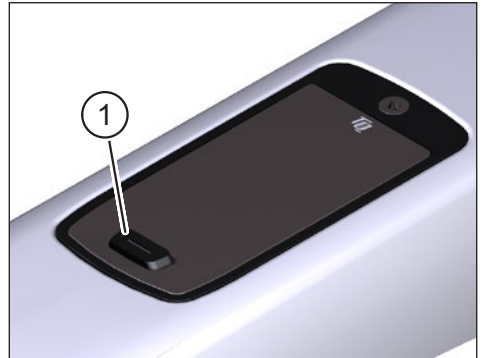

Abb. 2: Display
- ▶ Schalten Sie die Drive Unit mit einem **kurzen** Druck auf den Taster (Pos. 1 in Abb. 2) am Display ein.
- ▶ Schalten Sie den Drive Unit mit einem **langen** Druck auf den Taster (Pos. 1 in Abb. 2) am Display aus.